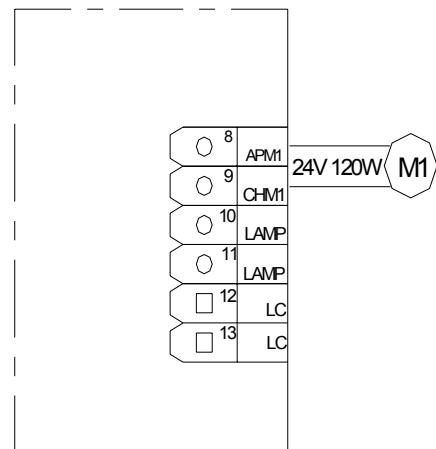

**Abb. 7**
**Einstellung des Schrankenbaums:** die Standardöffnung der Schranke wird entgegen dem Uhrzeigersinn erreicht, so wie dem Abb.7 zu entnehmen ist.